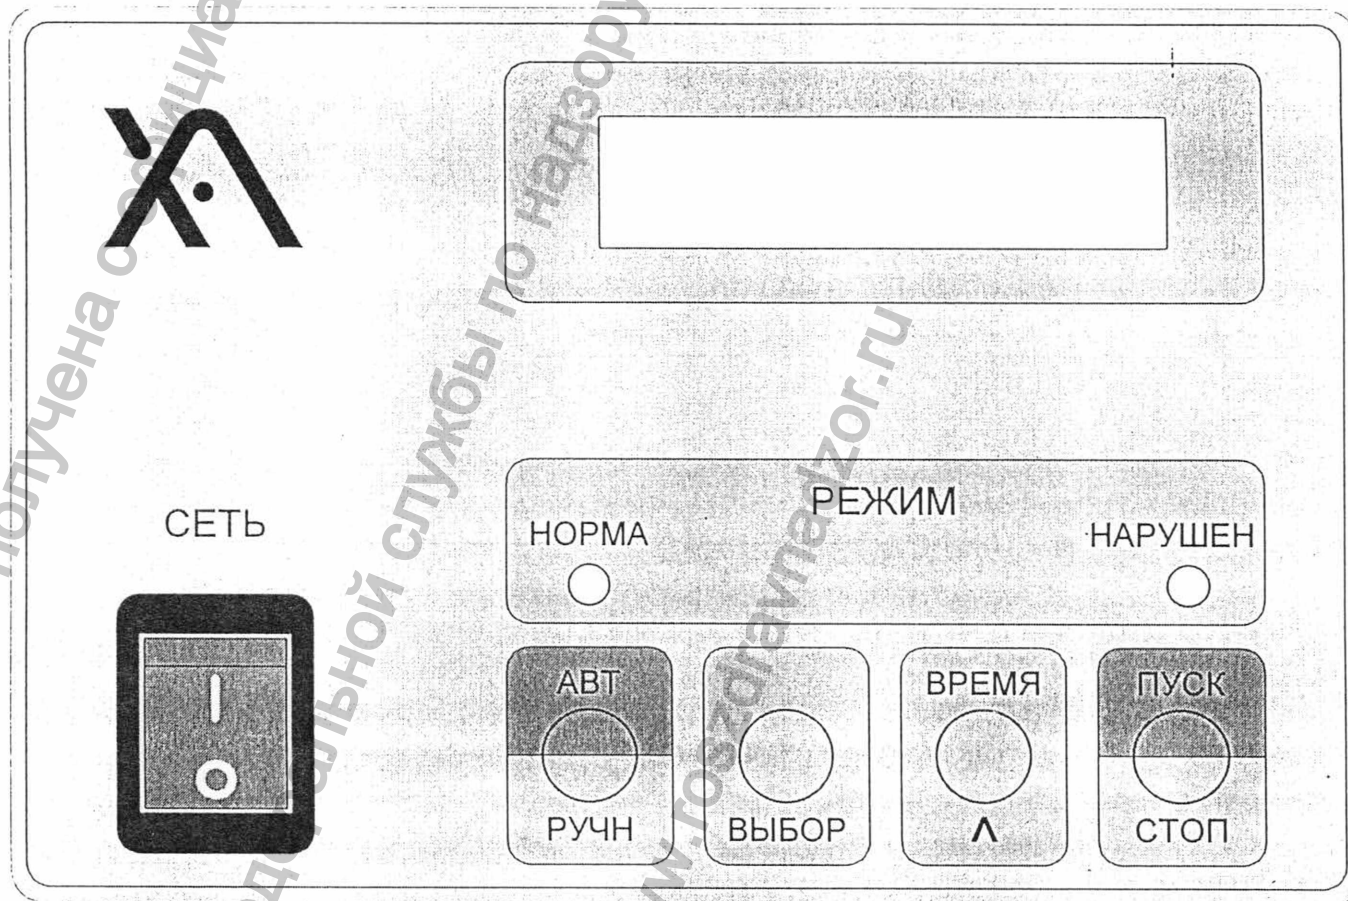

Рис. 2 Пульт управления
4.2.1. Пульт управления показан на рис. 2.